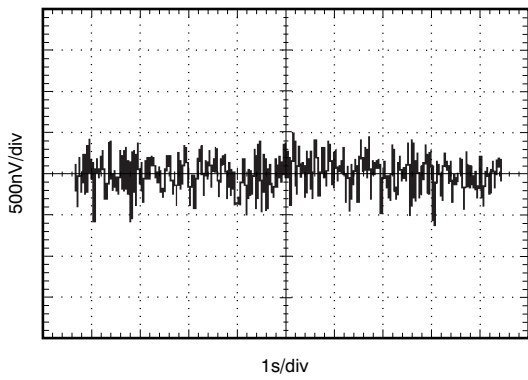

Figure 15. 0.1-Hz to 10-Hz Noise
0.1-Hz to 10-Hz Noise	<a href="#">Figure 15</a>